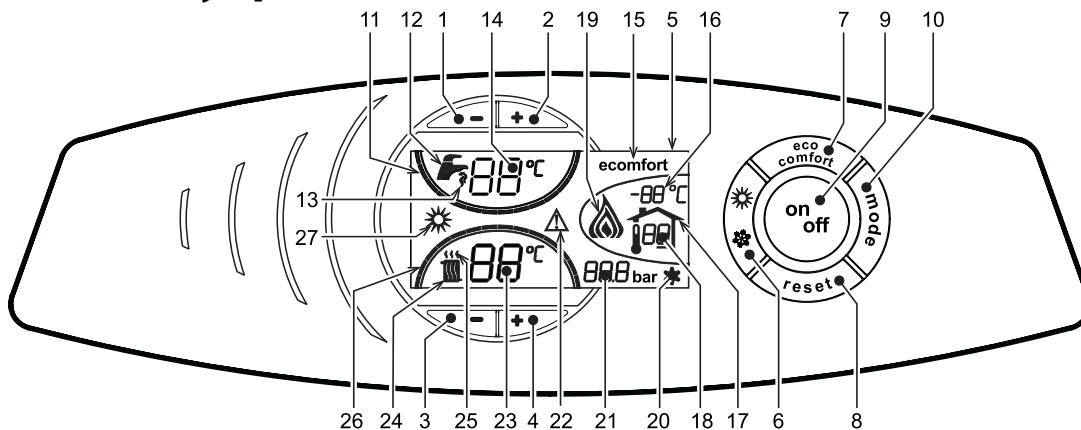
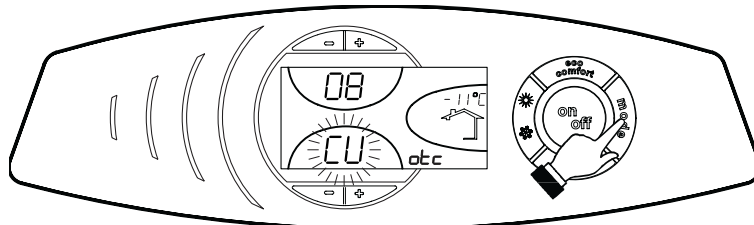
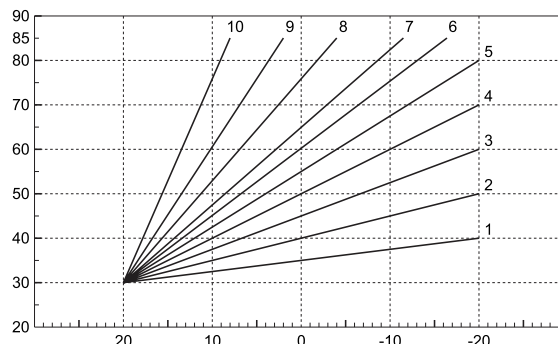
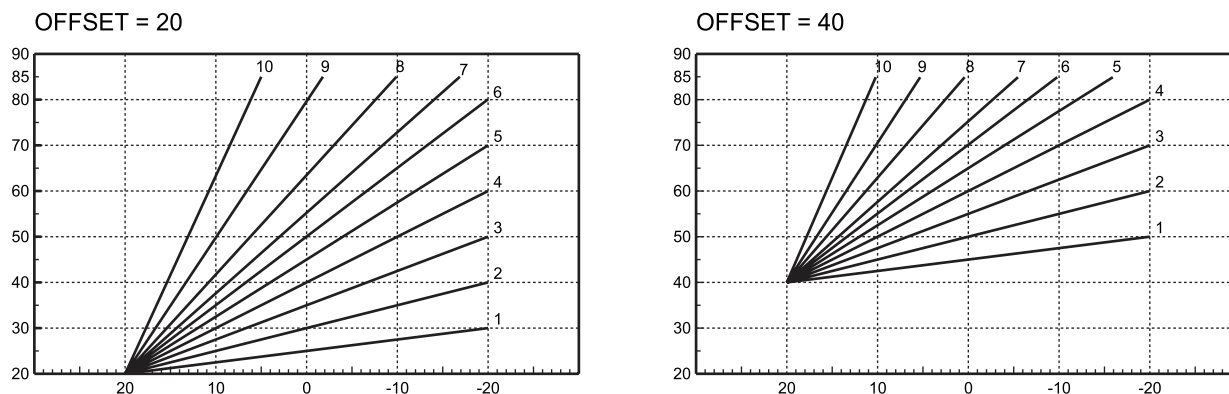

рис. 1 - Панель управления
рис. 11 - Кривая компенсации
рис. 13 - Компенсационные характеристики
рис. 14 - Пример параллельного смещения компенсационных характеристик
О поступлении команды на включение отопления (от комнатного термостата или от пульта ДУ) предупреждает мигание индикатора теплого воздуха, над радиатором (поз. 25 - рис. 1).
Индексные метки с подсветкой системы отопления (поз. 26 - рис. 1) загораются по мере приближения измеряемой датчиком температуры к заданному значению.
О поступлении команды включения котла на нагрев бойлера, генерируемой при остывании воды в бойлере, предупреждает мигание соответствующего индикатора (поз. 13 - рис. 1). Убедитесь, что функция Comfort включена (поз.15 - рис. 1)
Индексные метки с подсветкой системы ГВС (поз. 11 - рис. 1) загораются по мере приближения измеряемой датчиком температуры к заданному значению.
При включенной системе нагрева воды в бойлере (заводская установка) на дисплее отображается символ режима COMFORT (поз. 15 - рис. 1); наоборот, если система нагрева выключена, на дисплее высвечивается символ режима ECO (поз. 15 - рис. 1)
Бойлер может быть выключен пользователем (режим ECO) путем нажатия кнопки  (поз. 7 - рис. 1).
Для включения режима COMFORT снова нажмите клавишу  (поз. 7 - рис. 1).
Нажмите клавишу  (поз. 9 - рис. 1) в течение 1 секунды.
Для повторного включения котла вновь нажмите клавишу  (поз. 9 рис. 1) в течение 1 секунды.
- Нажмите кнопку ВКЛ/ВЫКЛ (поз.9 - рис. 1)
Нажмите клавишу  (поз. 6 - рис. 1) в течение 1 секунды.
На дисплее высвечивается символ «Лето» (поз. 27 - рис. 1). При этом котел будет работать только на контур ГВС. Система защиты от замерзания остается активной.
Для переключения в режим «Зима» вновь нажмите клавишу  (дет. 6 - рис. 1) в течение 1 секунды.
Температура в системе отопления регулируется в пределах от 30 °С до 90 °С с помощью клавиш  (поз. 3 и 4 рис. 1); однако, не рекомендуется эксплуатировать котел при температуре ниже 45 °С.
Температура воды в бойлере ГВС регулируется в пределах от 10°С до 65°С с помощью клавиш  (поз. 1 и 2 - рис. 1).
При наличии датчика уличной температуры (опция) на дисплее панели управления (поз. 5 - рис. 1) отображается измеряемая этим датчиком температура. При этом система управления котлом работает в погодозависимом режиме. В этом режиме температура воды, подаваемой в систему отопления, регулируется в зависимости от уличной температуры с тем, чтобы обеспечить максимальный комфорт и экономию энергетических ресурсов в течение всего отопительного сезона. Так, при повышении уличной температуры понижается температура подачи воды в систему отопления, что производится по установленной «кривой компенсации».
С переключением в погодозависимый режим показатель температуры, устанавливаемый клавишами  (поз. 3 и 4 - рис. 1) соответствует максимальной температуре подачи воды в систему отопления. Рекомендуется устанавливать максимальное значение заданной температуры с тем, чтобы позволить системе регулировать изменение температуры во всем диапазоне значений.
При однократном нажатии кнопки  (поз. 10 - рис. 1) на дисплей выводится текущая компенсационная характеристика (рис. 11), которую можно изменить с помощью кнопок задания температуры воды ГВС  (поз. 1 и 2 - рис. 1). Измените конфигурацию кривой в пределах от 1 до 10 в зависимости от характеристики (рис. 13). При задании значения 0 функция регулировки в режиме плавающей температуры исключается.
При одновременном нажатии кнопок регулировки температуры отопления  (поз. 3 и 4 - рис. 1) открывается доступ к параллельному смещению характеристик (рис. 14), с помощью кнопок регулировки температуры в контуре ГВС  (поз. 1 и 2 - рис. 1).
Для выхода из режима параллельного смещения кривых еще раз нажать клавишу  (поз. 10 - рис. 1).